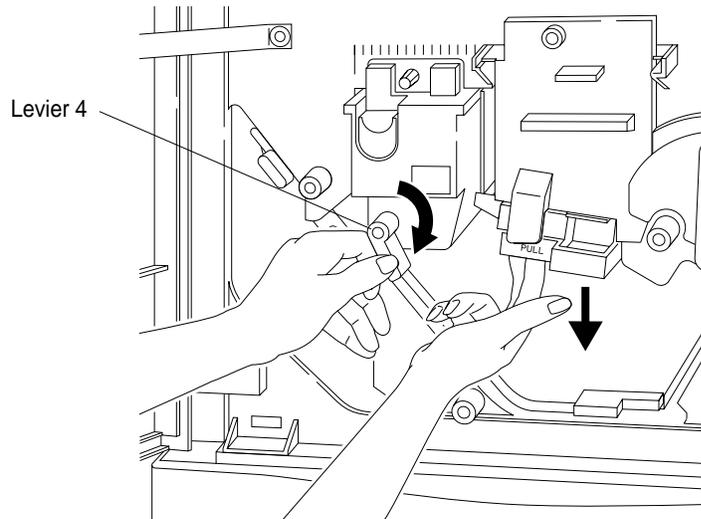

Figure 3-50 Abaissement de l'unité de transfert
1. Ouvrez la porte frontale et abaissez le guide de l'unité de transfert, comme illustré à la Figure 3-50.
2. Tournez complètement le levier 4 dans le sens des aiguilles d'une montre (perpendiculairement vers le bas) pour libérer la tension exercée sur le papier, comme illustré à la Figure 3-50.